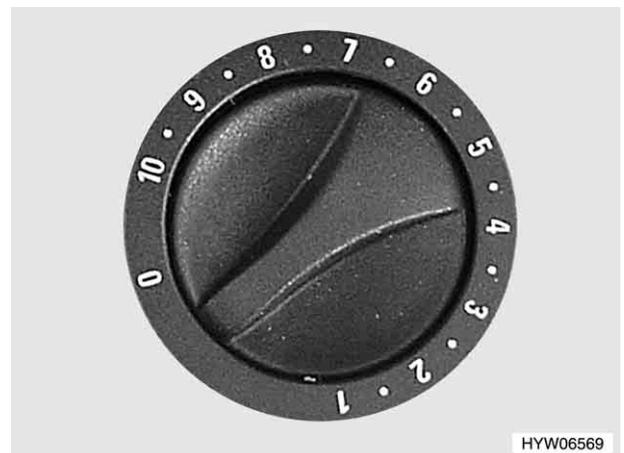

Bild 101 Drehregler an der Warmluft-Heizung
- Drehregler (Bild 101) an der Heizung auf gewünschten Wert einstellen und bis zum Anschlag niederdrücken.
- Drehregler (Bild 101) an der Heizung auf "0" stellen. Zündautomat wird damit gleichzeitig abgeschaltet.